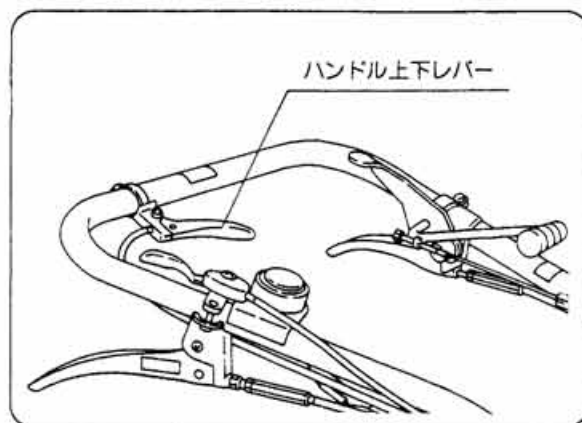

図20
① ハンドル上下レバーを握りハンドルを上にあげてから操作してください。(図20)
② ロータリ回転と適応作業